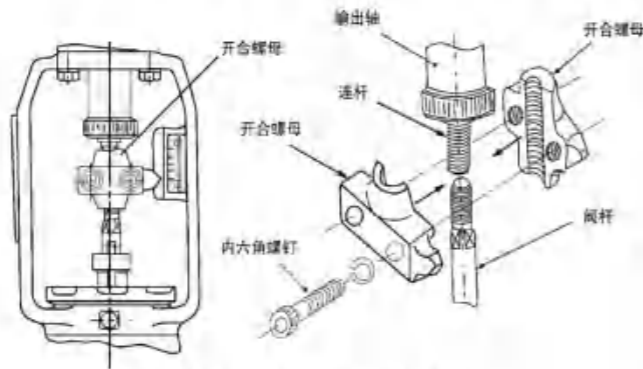

图4 执行器输出轴和阀杆连接
4.4 联结机构：通过支架将执行器和被控阀门联结，并由开合螺母将执行器输出轴和阀杆连接，开合螺母上带有指针，支架上有标尺，可指示输出轴(或阀杆)的位移(见图4)。
见图6和图4, 调整时应先进行零位调整, 即输出轴位于下端(阀芯关闭)时的位置调整, 然后进行行程调整, 即输出轴位于上端(阀芯开启)时的位置调整, 因为零位调整时将会同时改变输出轴的上端位置, 而行程调整时, 不会改变已调整好的“零位”, 所以: 应先进行零位调整然后进行行程调整。顺时针旋转“零位”调整电位器, 输出轴上升; 逆时针旋转, 则输出轴下降。顺时针旋转“行程”调整电位器, 行程扩大; 逆时针旋转, 则行程缩小。